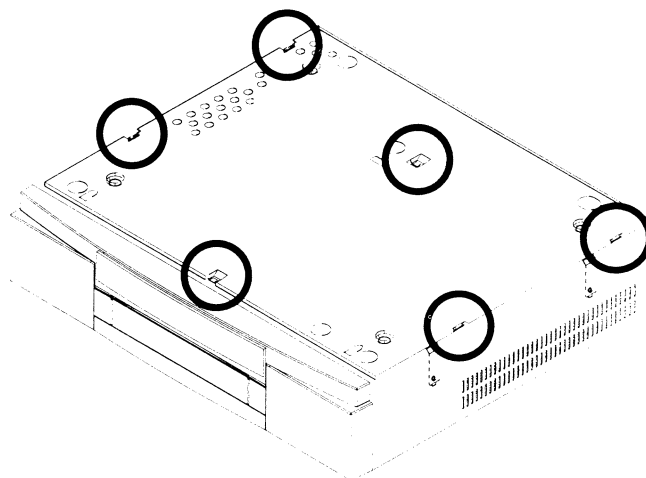

Fig. 2
- Durch Entriegeln der sechs Schnapphaken läßt sich die Bodenplatte abheben (siehe Fig. 2).